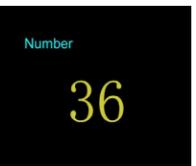
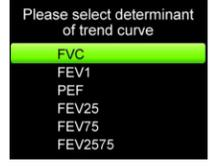

Figure 14 Interface de Sélection d'un cas
Figure 15 Interface de Sélection de la courbe de tendance
- (1) Review function (Fonction d'examen)**
- Dans l'interface (Data management) (Gestion des données), sélectionnez « Review function » (Fonction révision) pour accéder à l'interface (Case selection) (Sélection de cas), comme illustré à la Fig. 14, appuyez sur les touches « Up » (Haut) ou « Down » (Bas) (une pression longue est possible) pour modifier le numéro de dossier, puis appuyez sur la touche « Confirm » (Confirmer), l'appareil entrera dans (Main interface) (Interface principale) et affichera les données de l'historique. Dans (Main interface) (Interface principale), appuyez continuellement sur les touches « Up » (Haut) ou « Down » (Bas) pour consulter les données du numéro de dossier adjacent, appuyez sur la touche « Confirm » (Confirmer) pour revenir à l'interface (Menu).
- (2) Trend curve (Courbe de tendance)**
- Dans l'interface (Data management) (Gestion des données), sélectionnez « Trend Curve » (Courbe de tendance) pour accéder à l'interface (Trend curve selection) (Sélection de la courbe de tendance), comme illustré à la Fig. 15. Sélectionnez le paramètre déterminant, puis appuyez sur la touche « Confirm » pour accéder à l'affichage de la courbe de tendance (Trend curve display) comme indiqué à la Fig. 15. La courbe est un résumé des données stockées pour le paramètre sélectionné. Elle affiche la tendance du changement sous forme d'image visuelle, ce qui est pratique pour la comparaison. Si les données sont trop nombreuses, appuyez sur la touche « Up » ou « Down » pour parcourir toutes les courbes de tendance des données de manière ordonnée. Appuyez sur la touche « Confirm » pour revenir à l'interface de gestion des données (Data management).